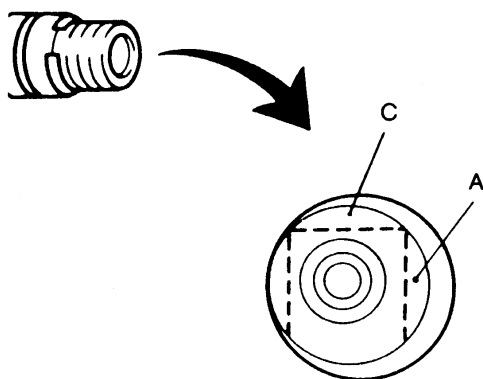

图 3-84 安装车速表轴套部件
(31) 如图 3-84 所示, 安装车速表轴套部件, 安装时应将它的识别用白色油漆部分 (槽) 朝向锁片。